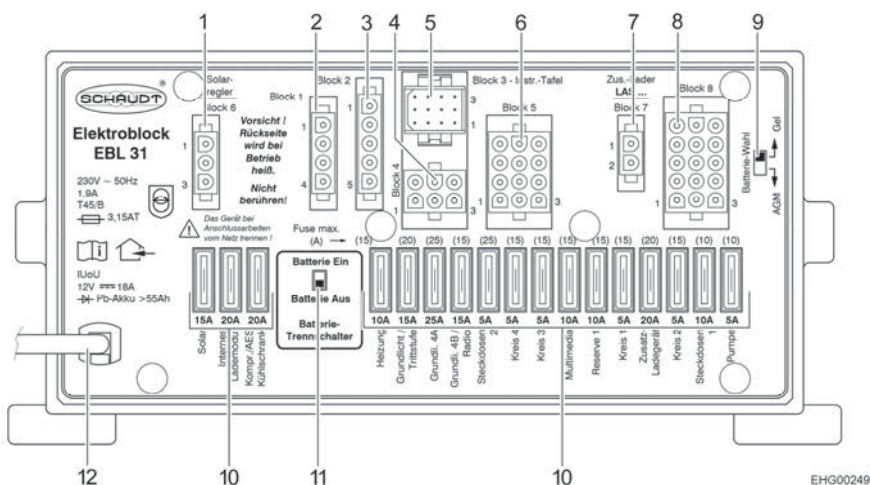

Bild 64 El-block (EBL 31)
- ▷ För **alla** elektriska 12 V-förbrukare från spänningsförsörjningen och för att undvika urladdning av bodelsbatteriet, ställ in batteri-brytaren (Bild 64,11) på el-blocket på "Batterie Aus" (batteri från).
- ▷ Förbrukare som laddare, laddningsregulator för solpanel, panel och liknande förbrukar ström från batteriet, även då huvudbrytaren 12 V på panelen (Bild 65,6) är frånkopplad. Därför bör du ställa batteri-brytaren (Bild 64,11) på el-blocket på "Batterie Aus" (batteri från) om fordonet inte ska användas under en längre tid.